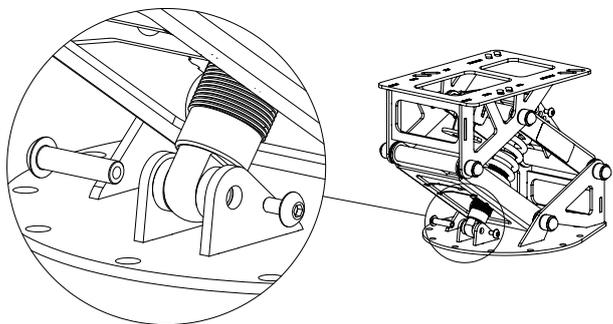
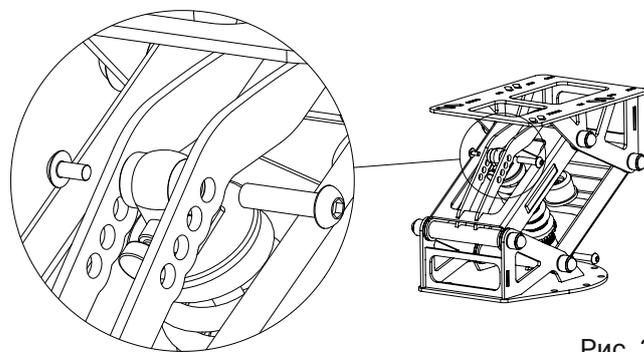

Рис. 1.
Рис. 3.
2. Установите амортизатор (поз.2), соблюдая сторонность (верх/низ и направление регулировочного винта), в нижнее место крепления и зафиксируйте его винтом (поз. 5). Как показано на (рис.1) и (рис. 3).
4. Закрепите в верхнем месте крепления амортизатор согласно предполагаемой нагрузке и зафиксируйте его винтом (поз.5). Как показано на (рис.3).